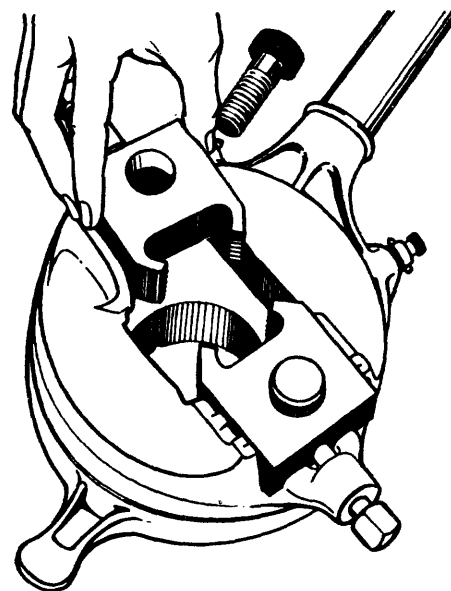

Fig. 2.
- c Coloque los dados seleccionados en su respectivo encaje (fig. 2).